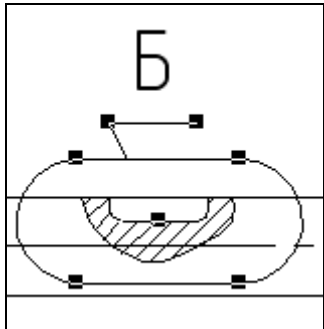

Рис. 12.30. Построение выносного элемента
- ◆ укажите ЛК мыши точку центра контура С (рис. 12.30);